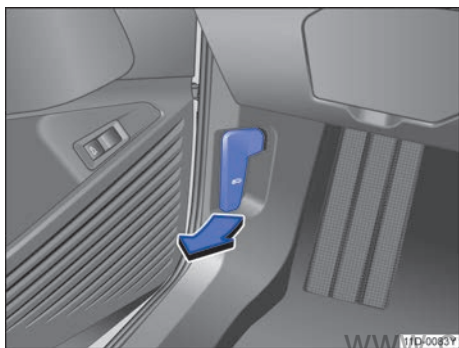

图 144 驾驶员侧脚部空间：前舱盖解锁手柄
- 在车内沿图示箭头方向拉动前舱盖解锁手柄 → 图 144，前舱盖会在弹簧机构的作用下稍稍弹开。